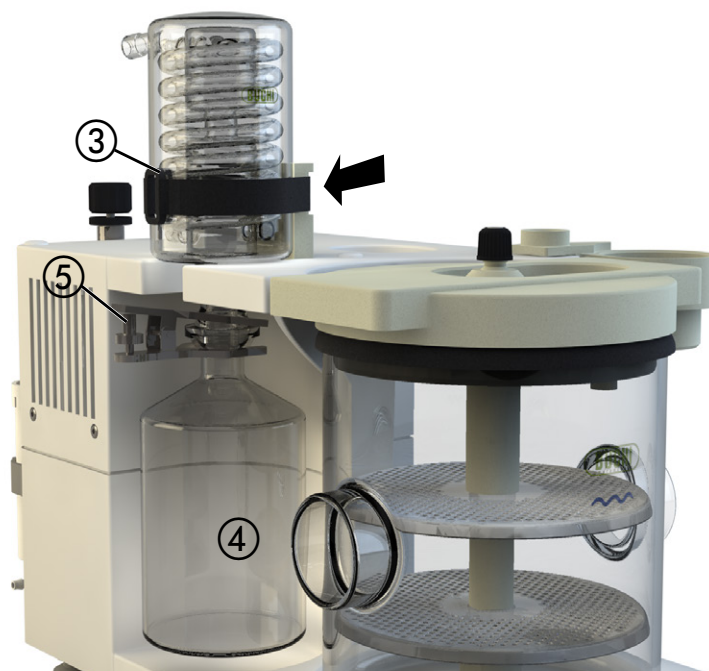

図 5.6: 面ファスナーでの凝縮器の固定
- ハウジングの開口部の上から慎重に凝縮器をスライドさせ、キャリアプレート ① 上に面ファスナー ③ を使用して固定します。面ファスナーをキャリアプレートの裏側の溝を通過させ、凝縮器が上下に動かないように固定します。(図 5.6 の矢印参照)。その際、コンデンサーの接続口が後ろを向いている事を確認してください。
- 受取容器 ④ を下から取り付け、キャッチポットクリップ ⑤ で固定します。